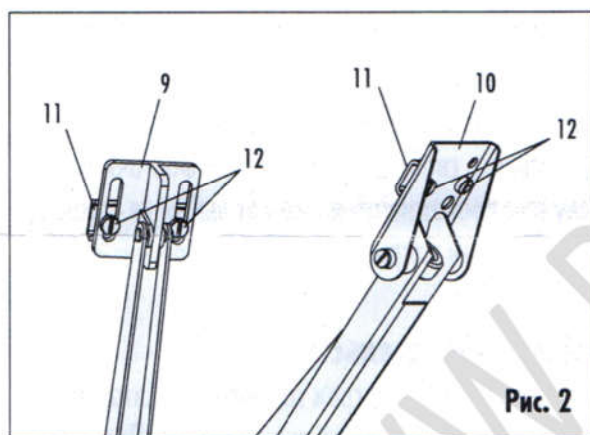
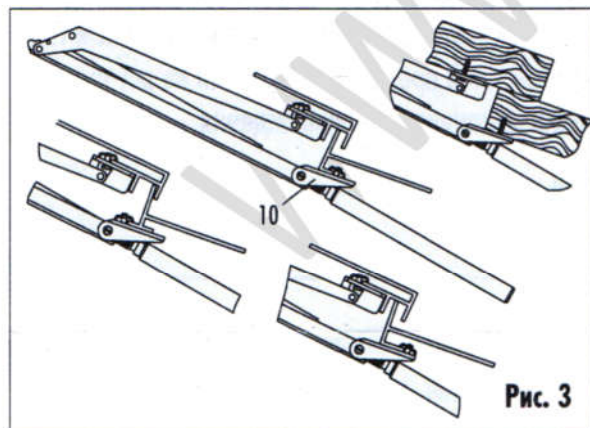

Рис. 2
Рис. 3
2. Используйте винты (12), чтобы свободно установить зажимы (11) к оконному креплению (9) и к рамочному креплению (10), соответственно (рис. 2). Монтаж производится при закрытой форточке (рис. 3). Убедитесь, что верхний край оконной рамы находится близко к краю окна.
Если у вас деревянная рама и форточка, то крепления (9) и (10) могут быть прикреплены непосредственно к деревянным частям теплицы (рис. 3).